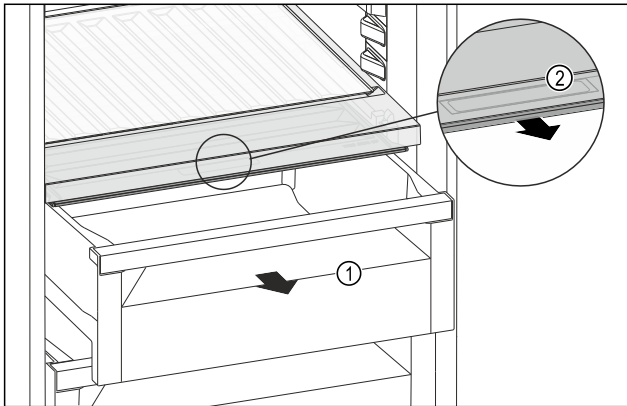

Fig. 132
- Schubfach Fig. 132 (1) herausziehen.
- Griffmulde Fig. 132 (2) am Fachdeckel anfassen und Fachdeckel gleichzeitig nach vorne ziehen.